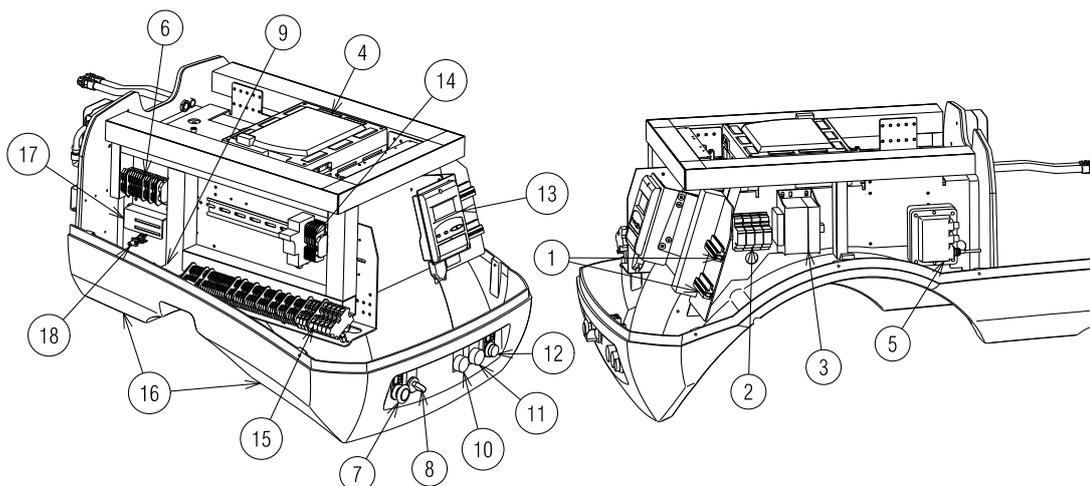

Fig. 5
- **Blocco controllo fiamma:** l'accensione della spia 12)(Fig. 5) sul pannello avverte che il bruciatore è in blocco. Per sbloccare premere il pulsante 12)(Fig. 5).